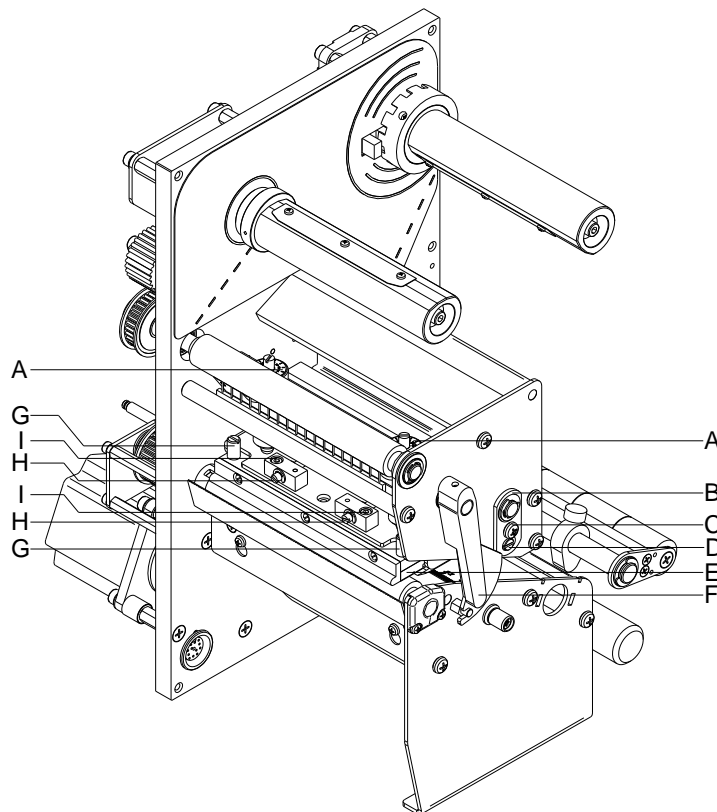

Abbildung 17
1. Schrauben (I, Abbildung 17) mit einem Innensechskantschlüssel ca. $\frac{1}{4}$ Umdrehung lösen.
2. Parallelität mit den Stellschrauben (H, Abbildung 17) einstellen.
4. Schrauben (I, Abbildung 17) wieder anziehen.
Falls nach Einstellen der Parallelität kein gleichmäßig starker Druck über die gesamte Druckbreite vorliegt, kann mit dem Stellblech (B, Abbildung 17) ein Ausgleich wie folgt geschaffen werden:
1. Schraube (C, Abbildung 17) ca. $\frac{1}{4}$ Umdrehung lösen.
2. Exzenterbolzen (D, Abbildung 17) drehen, um einen Druckausgleich zu schaffen und solange nachstellen, bis ein gleichmäßiges Druckbild vorliegt.
3. Schraube (C, Abbildung 17) wieder anziehen.